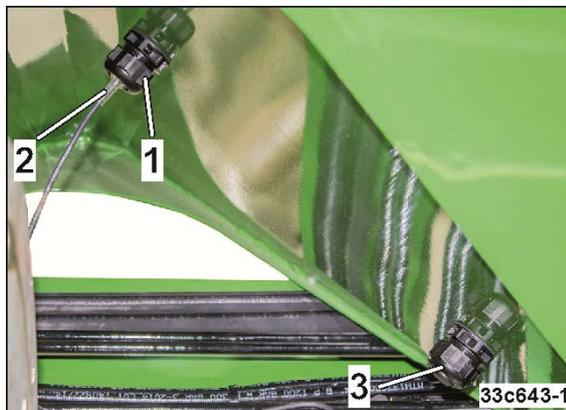

Fig. 141
2. Die Mutter (Fig. 141/1) lösen.
3. Den Füllstandssensor (Fig. 141/2) herausziehen und in die vorgesehene Aufnahme stecken.
5. Die Mutter (Fig. 141/1) festziehen.
Um die freiwerdende Öffnung zu verschließen, den Dummy (Fig. 141/3) in die Aufnahme stecken und festklemmen.